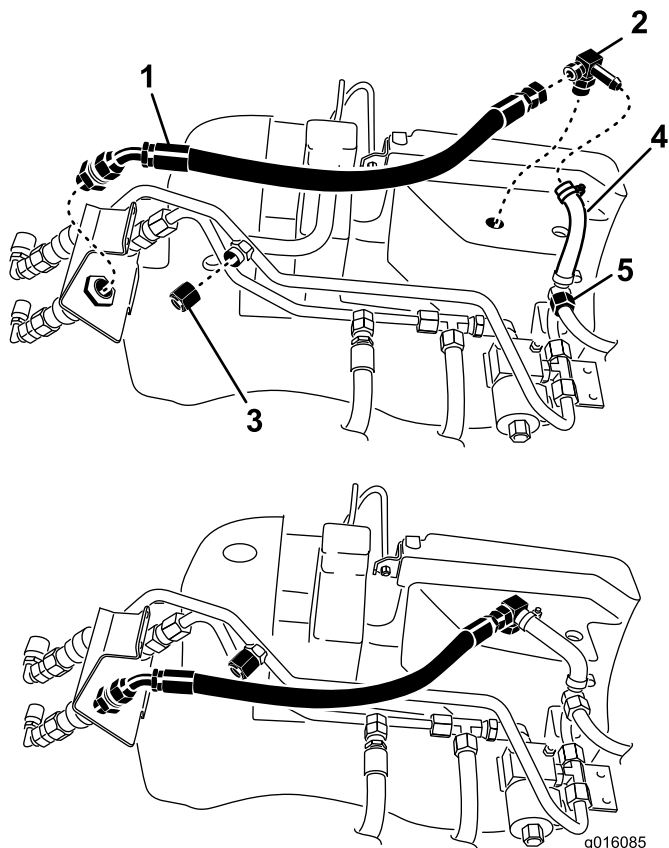

Figura 9
4. Montate il nuovo raccordo a T piccolo sul serbatoio idraulico. Collocare il raccordo come illustrato nella Figura 9.
5. Collegate il nuovo flessibile sagomato piccolo al raccordo a T nuovo e al tubo idraulico piccolo con le fascette rimosse in precedenza (Figura 9).
6. Montate il tappo idraulico sul foro per tubo idraulico (Figura 9).
7. Collegate, senza fissarlo, il flessibile idraulico nuovo al raccordo di accoppiamento e al raccordo a T piccolo (Figura 9).